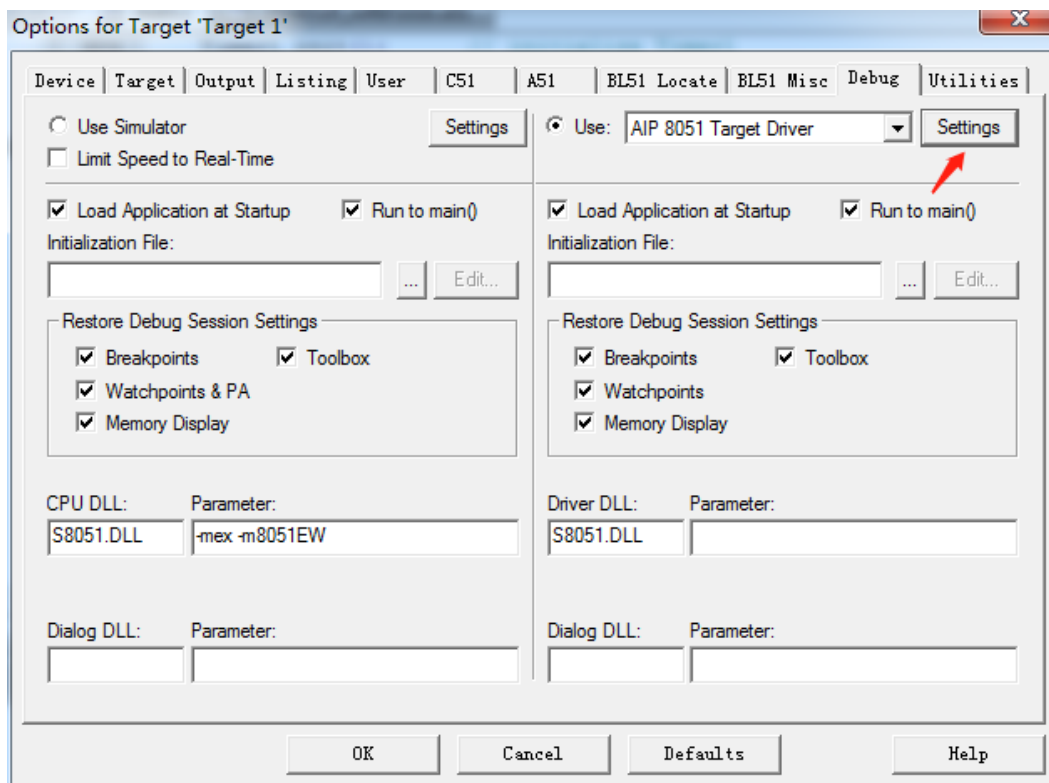
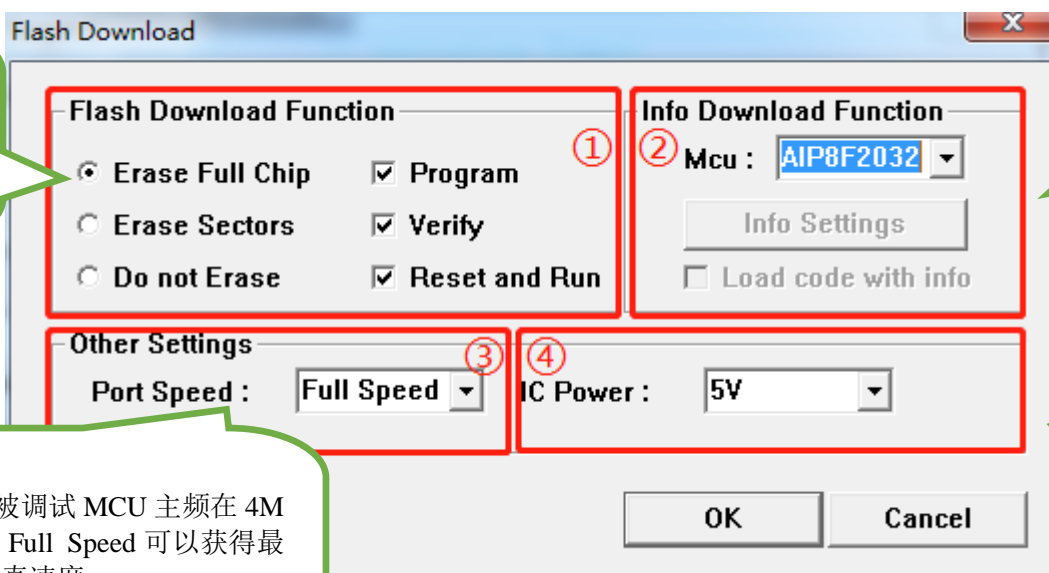

图 3-6 烧录/仿真设置
图 3-7 烧录/仿真配置
c) 如图 3-6, 在 Debug 选项卡中点击“Settings”, 选择全擦或页擦 (图 3-7①), MCU 型号 (图 3-7②), 烧录/仿真速度 (图 3-7③) 以及烧录/仿真电压 (图 3-7④)。